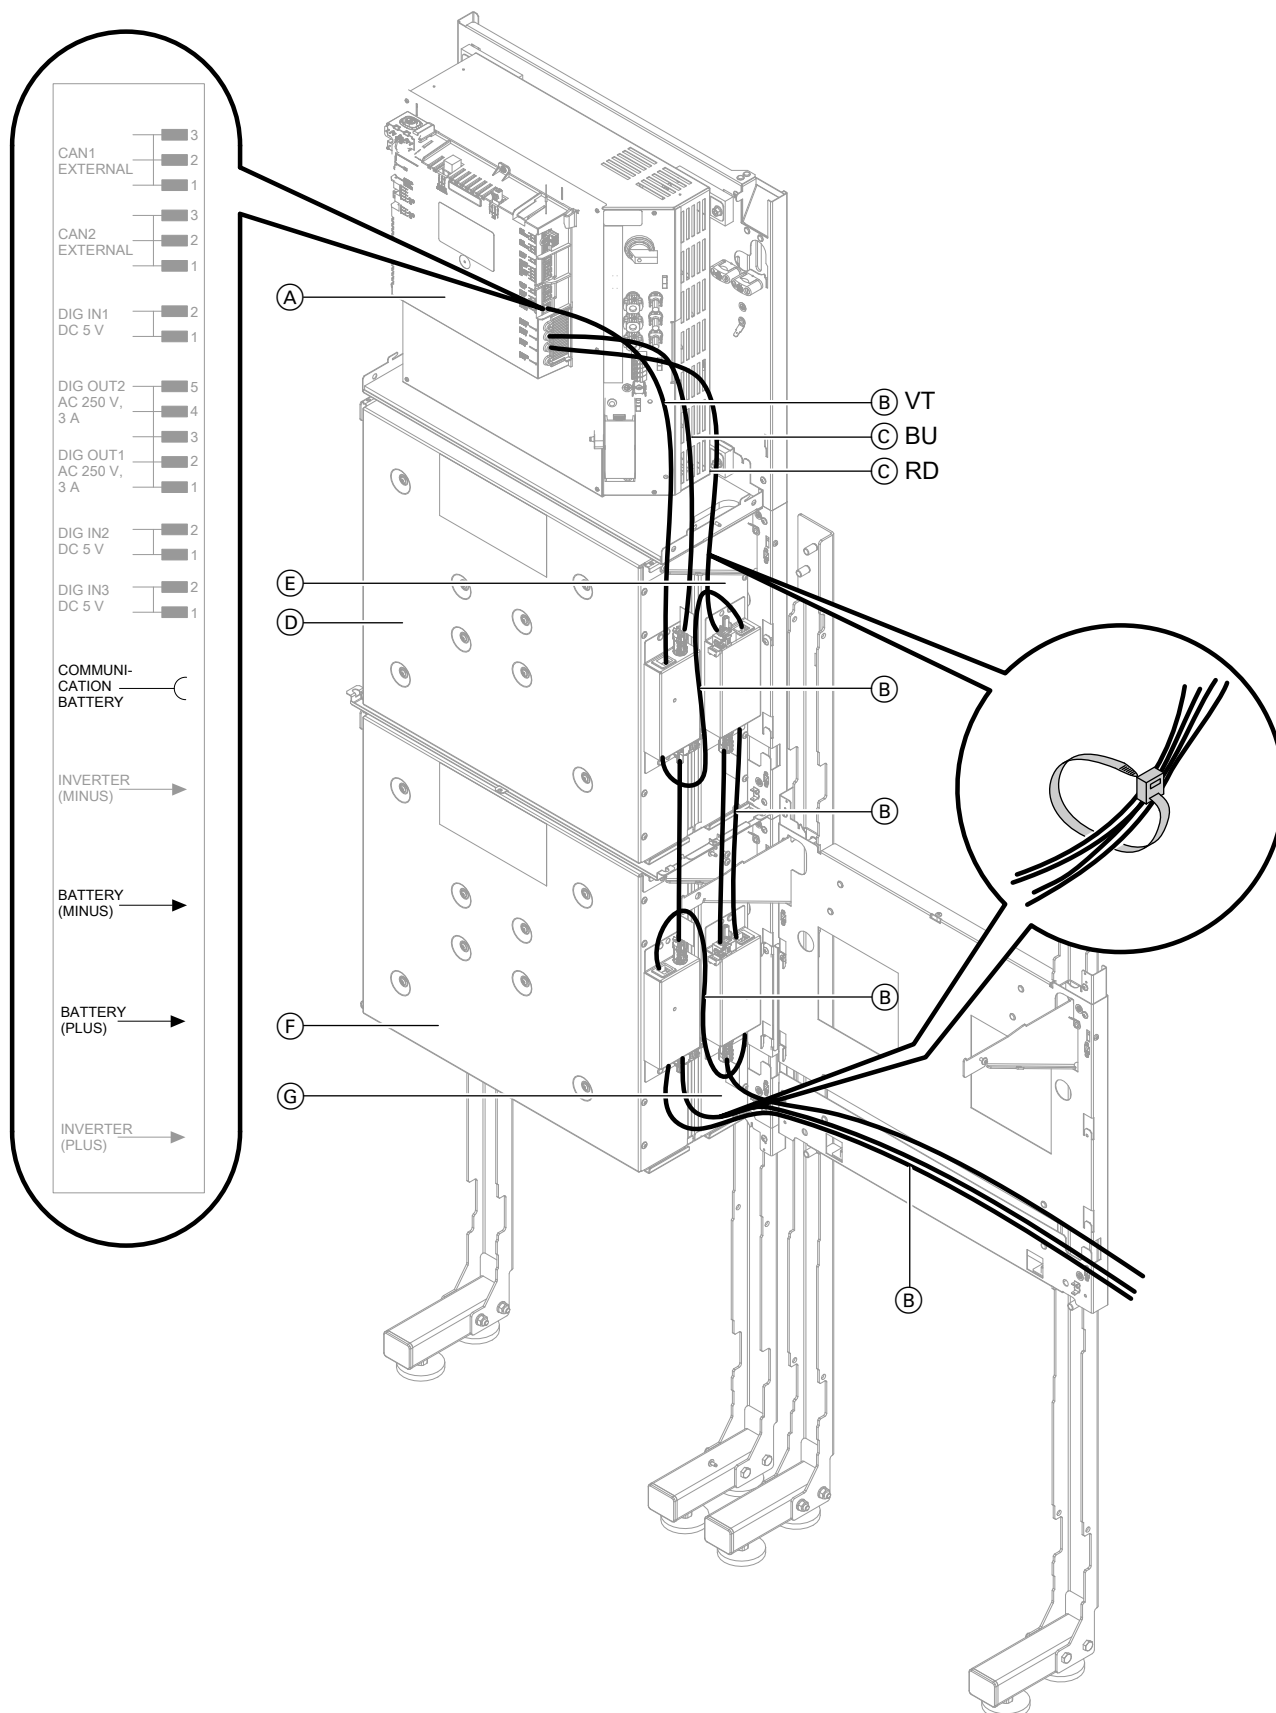

Abb. 36
- Mögliche Positionen, um Kabelbinder zu fixieren: Siehe Abb. 36.